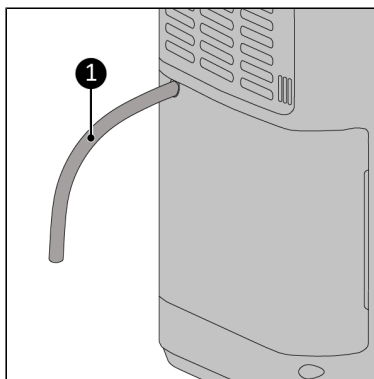

Figura 64.
2. Conecte un tubo de agua adecuado (Figura 64) al tubo de drenaje con una abrazadera.